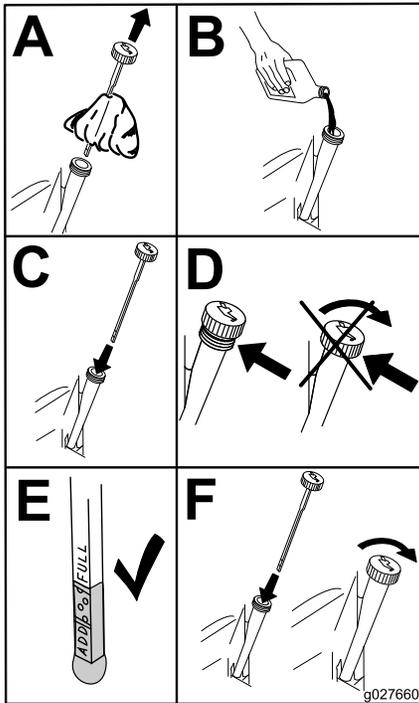

Figura 49
4. Vierta lentamente un 80% aproximadamente del aceite especificado por el tubo de llenado, luego añada lentamente el resto del aceite hasta que llegue a la marca de **Lleno** (Figura 49).